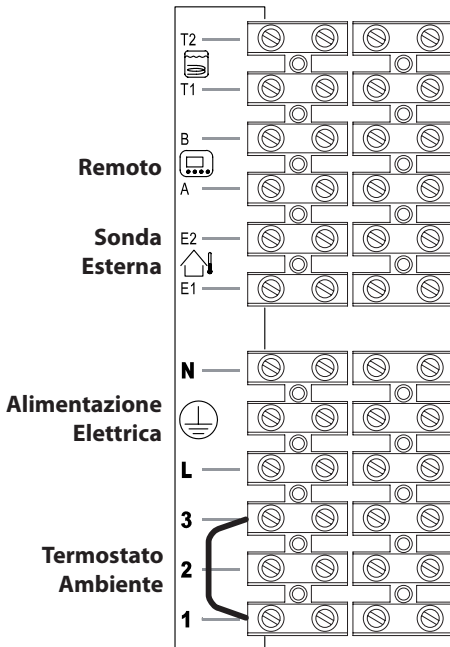
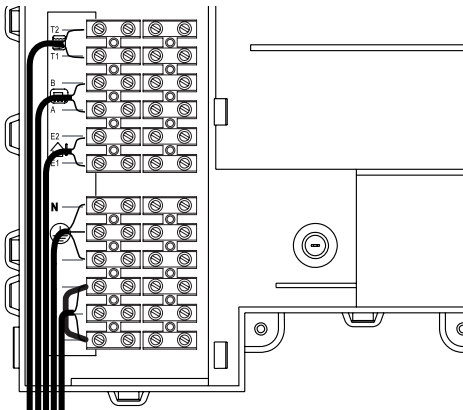

Figura 5.20
Figura 5.21
- Collegare il cavo di alimentazione elettrica proveniente dall'interruttore onnipolare alla morsettiera di alimentazione elettrica della caldaia Figura 5.20 rispettando la corrispondenza della linea (filo marrone) e del neutro (filo azzurro).
Il percorso del cavo o dei fili di alimentazione elettrica della caldaia e del termostato ambiente devono seguire il percorso indicato in Figura 5.21.
Per il collegamento di un termostato ambiente servirsi dei morsetti indicati in Figura 5.20.
Per il collegamento di valvole di zona servirsi dei morsetti termostato ambiente indicati in Figura 5.20 e Figura 5.21. I conduttori elettrici dei contatti del micro della valvola di zona vanno inseriti nei morsetti "1 e 3" della morsettiere termostato ambiente come in Figura 5.21. **Il ponticello elettrico presente tra "1 e 3" va tolto.**